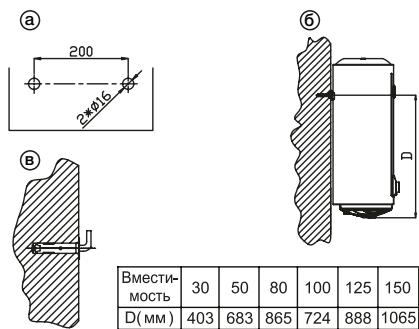

Рис. 2
2. После выбора места монтажа определите места под два крепежных болта с крюками (в зависимости от спецификаций выбранного изделия). Электродрелью просверлить два отверстия в глухой стене диаметром 16 мм на расстоянии 200 мм. Расстояние между отверстиями выдержать в соответствии с рисунком 2а. При определении высоты отверстий необходимо учесть положение на стене водопроводных соединений, тип водопроводных труб и расстояние от крепления до низа нагревателя (см. рис. 2б).
3. Вставить распорные болты в отверстия и убедиться, что крюк направлен вверх (см. рис. 2в).